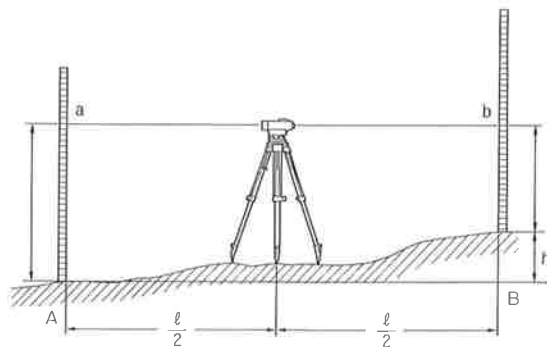

図4.1
- 1) 地点ABのほぼ中央にレベルを据え付けます。この時スタジア線(P 10参照)を使用すると便利です。(図4.1)